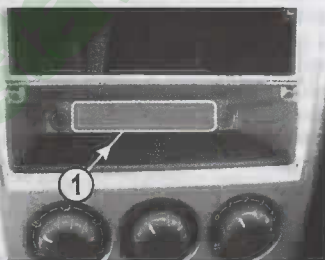

Рис.4 Расположение отверстия
3.1.5 В задней стенке (поз.1, **рис.4**) отсека "OPEN" сделать отверстие с минимальным диаметром 13 мм.